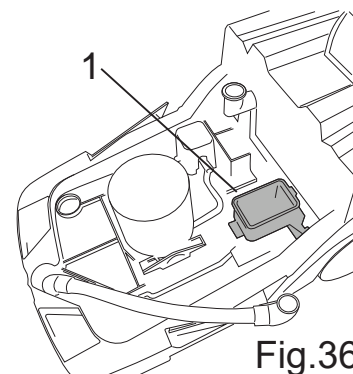

Fig.36
- Limpe o interior da válvula parcializadora (Fig.36-Ref.1) eliminando eventuais incrustações e enxague com água, limpe com um pano macio as juntas da tampa.